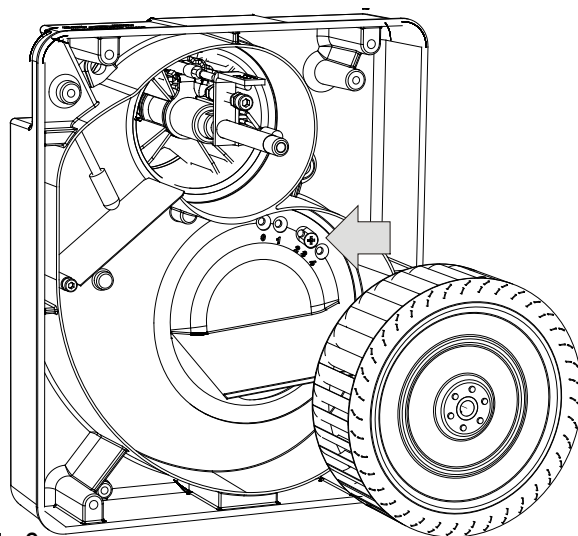

fig.2
- Ajuste del regulador de admisión de aire. El acceso al regulador de admisión de aire (fig. 2) se realiza desde el interior del